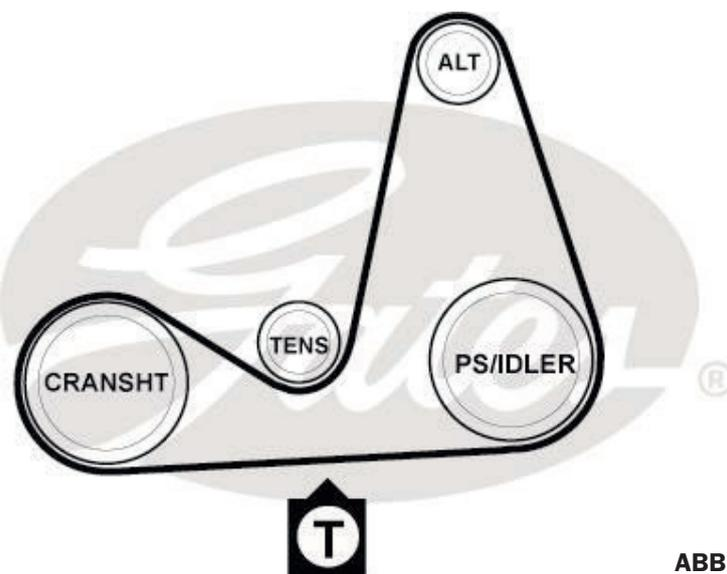

ABB. 1
8. Einstellung der Riemenvorspannung: Bei Verwendung des Spezialwerkzeugs 1638, OE-Nr. 0000163800 ist darauf zu achten, dass der Riemen nun stärker vorgespannt werden muss. Der vorgeschriebene Messpunkt befindet sich zwischen Riemenscheibe der Kurbelwelle (CRANSHT) und Antriebsscheibe der Lenkunterstützung (PS)/Umlenkrolle (IDLER) bei Fahrzeugen ohne Lenkhilfe (Abb. 1).